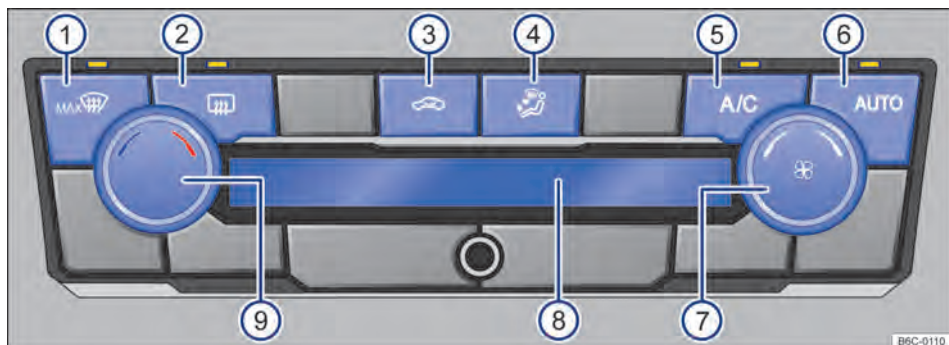

Fig. 88 Comandos do Climatronic.
- *Climatronic*: girar o regulador do ventilador para a esquerda até o batente → Fig. 88 ⑦
Com o botão  → Fig. 88 ⑥ é possível ligar o modo automático do Climatronic.
O modo automático garante temperaturas constantes no interior do veículo. A temperatura do ar, o volume de ar e a distribuição de ar são regulados automaticamente. O funcionamento automático se desliga quando a ventilação é alterada manualmente ou com a alteração da distribuição de ar através do botão → Fig. 88 ④ pressionar.
- *Climatronic*: girar o regulador rotativo esquerdo → Fig. 88 ⑨.
No display do Climatronic → Fig. 88 ⑧ é indicada a temperatura ajustada.
- *Climatronic*: girar o regulador do ventilador → Fig. 88 ⑦.
- *Climatronic*: pressionar o botão → Fig. 88 ④ para posição desejada, a distribuição selecionada será indicada no display ⑧.
- *Climatronic*: pressionar o botão  → Fig. 88 ①.